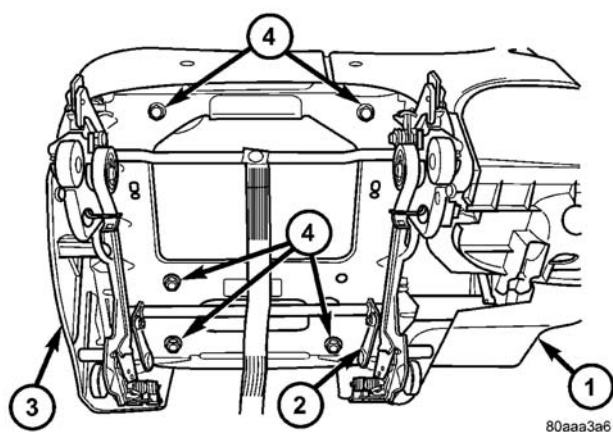

图 30 儿童座椅升降调整器-儿童座椅
- (1) 从车辆卸下座椅。有关正确的程序，参见“用户手册”。
- (2) 卸下座椅侧护板/杯架。（参见 23-车身/座椅/儿童座椅侧护板/杯架-拆卸）
- (3) 卸下座椅侧护板。（参见 23-车身/座椅/儿童座椅侧护板-无杯架-拆卸）
- (4) 卸下 5 个螺、2 个螺母、支柱衬套并从座椅上卸下升降调整器（图 30）。